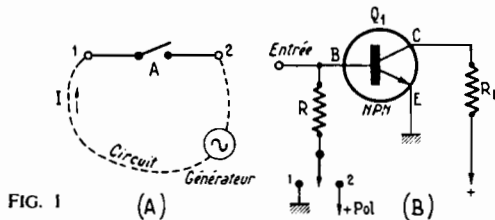

FIG. 1
Considérons d'abord sur le commutateur le plus simple, l'interrupteur, représenté en (A) figure 1, en position « coupé ». Si les points 1 et 2 sont connectés à une source de courant, le circuit est coupé et le courant I ne passe pas donc $I = 0$. Si au contraire, l'interrupteur I est en position « contact », le circuit est fermé et le courant I passe, prenant une certaine valeur $I = I_0$.
Le montage de la figure 1 (B). Lorsque R est à la masse, la base B est à un potentiel proche de celui de l'émetteur E, le transistor est **bloqué**, donc non conducteur et aucun courant ne passe dans le circuit du collecteur C, par exemple la résistance RL. Donc, dans ce cas, l'entrée n'admet aucun signal. En tant que **porte**, cette entrée est **fermée**, mais si l'on considère le transistor comme un commutateur, le circuit de ce transistor doit être considéré comme un commutateur ouvert.